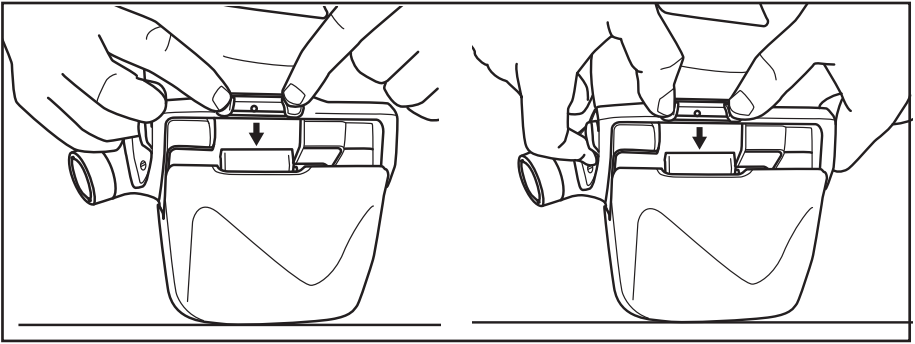

Fig. 6 – Remoción del filtro/cartucho
- Sujete la unidad hacia abajo, de modo que la parte posterior (lado del cinturón) mire hacia usted y el filtro y la cubierta mirando hacia abajo sobre una superficie plana (Fig. 6) para ayudar a minimizar la posibilidad de contaminación de la entrada del ventilador con motor.
- Presione el sujetador de filtro amarillo en el lado izquierdo (Fig. 6). Para enganchar el sujetador se requieren dos dedos. Jale y saque el filtro/cartucho del ventilador de motor.